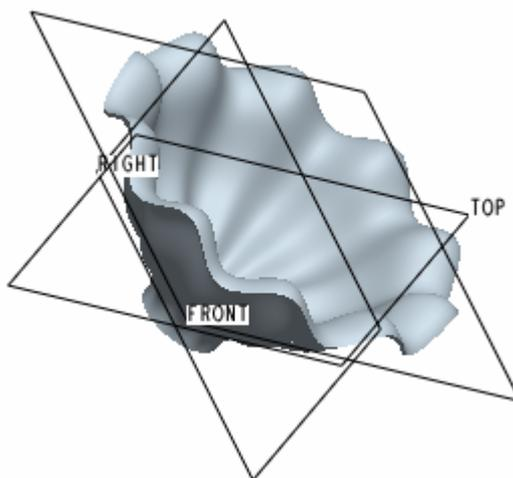

图 47-8
- (9) 单击 , 完成草图绘制, 单击特征操控板中的 按钮, 完成可变剖面扫描特征的建立, 结果如图 47-8 所示。